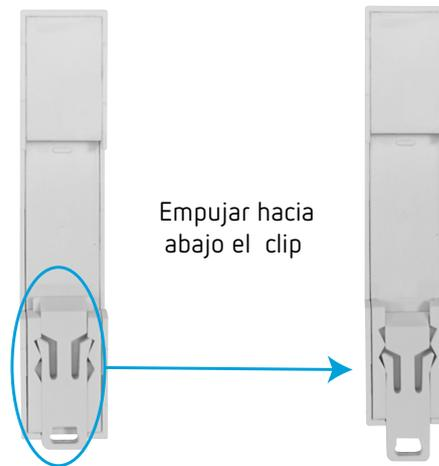

Figura 1: Empujar hacia abajo el clip.
- 2.- Empujar hacia abajo el clip de la parte posterior del equipo, ver la **Figura 1**.